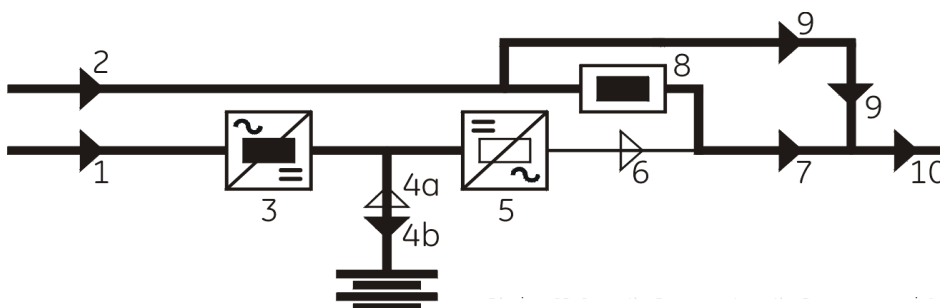

Рисунок 4. ЖК-дисплей показывает состояние «нагрузка на автоматическом и ручном (сервисном) байпасе»
7.2.3.2. Включить выключатель ручного байпаса УБП Q2 (положение ON). При этом нагрузка переведется на питание через автоматический и ручной байпас параллельно (см. рис. 4).
- Установить выключатель Q1 в положение «включен» (ON). Нагрузка подключается параллельно через автоматический и ручной байпас (см. рис. 4 данной карты технологического процесса).